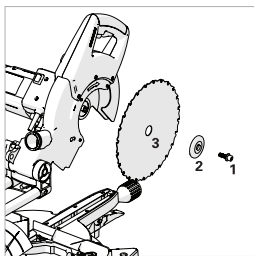

Fig. 40a
- Con l'ausilio della chiave esagonale in dotazione, rilasciare la vite del mandrino e rimuovere la rondella, la flangia esterna della lama, e la lama stessa dal mandrino (**fig. 40a**).